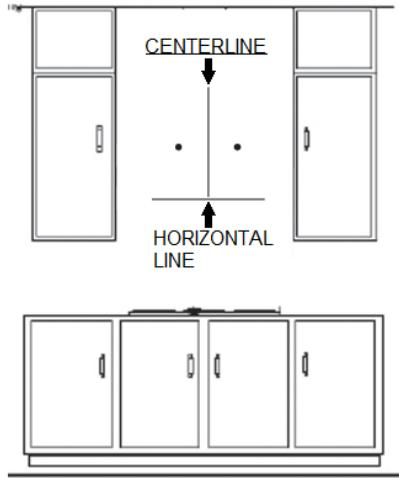

Figure 1.
1. Trouvez le centre du mur où vous installez le capot. **REMARQUE** : Assurez-vous qu'il y a suffisamment de support/renforcement pour maintenir le poids de l'unité. Tracez une ligne verticale sur le mur de support jusqu'au plafond, ou aussi haut que possible, au centre de la zone dans laquelle le capot sera installé. *Figure 1*
2. Tracez une ligne horizontale à la hauteur souhaitée (min 30po au-dessus de la surface de cuisson). *Figure 1*